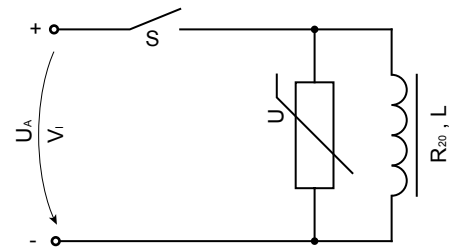

Fig. 9: Varistorbeschaltung / Varistor circuit
**8.7.2. Varistorbeschaltung (Fig. 9)**
**8.7.2. Varistor method (Fig. 9)**